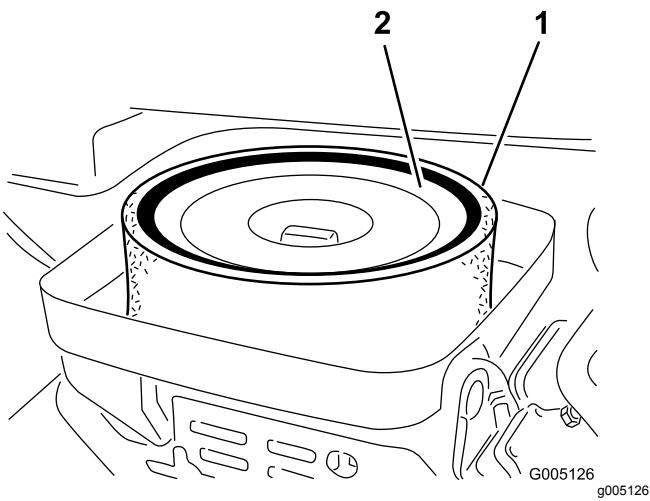

図 27
- エレメントをエアクリーナに固定している蝶ナットを外す図 27。
- スポンジ図 27を点検し、汚れていればペーパーエレメントから外す。以下の要領で丁寧に清掃してください